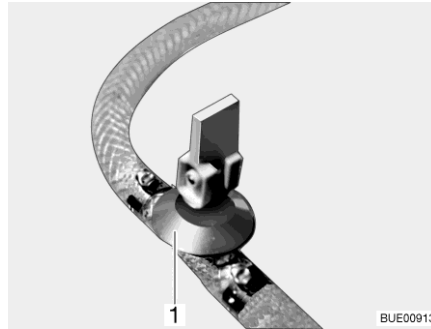
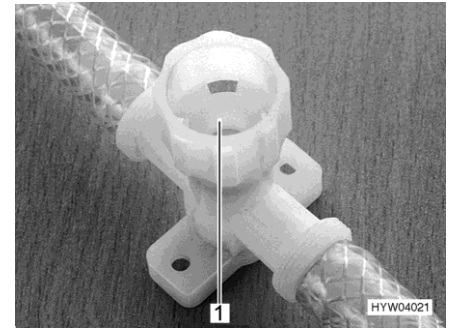

Bild 179 Avtappningskran (med vipparm)
Bild 180 Avtappningskran (med vred)
- Öppna alla avtappningskranar. Ställ för detta avtappningskranens vipparm (Bild 179,1) lodrätt eller vrid avtappningskranens kran (Bild 180,1) moturs.